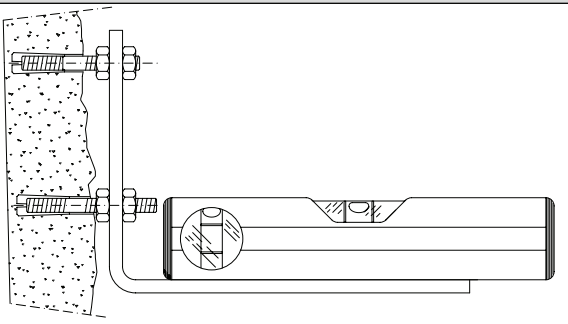

Рис. 5
- Закрепите редуктор на пластине 4 винтами, ориентируя редуктор направо или налево (рис.5).